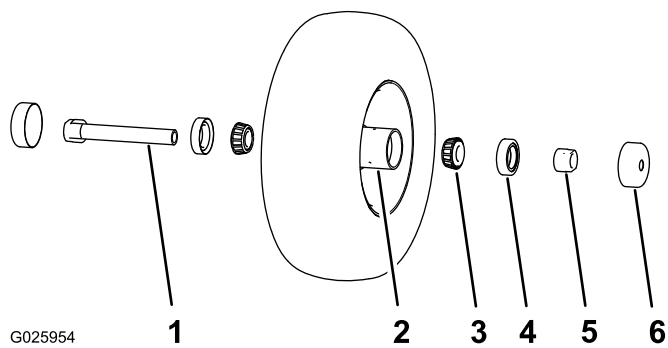

Figure 33
1. Déposez les 2 protège-joints du moyeu de roue (Figure 33).
2. Déposez 1 des écrous d'écartement de l'arbre de la roue pivotante (Figure 33).
Remarque: Notez que du frein-filet a été appliqué pour bloquer les écrous d'écartement sur l'arbre de roue (Figure 33).
3. Déposez l'arbre de la roue (en laissant l'autre écrou d'écartement en place) (Figure 33).
4. Faites levier pour extraire les deux joints de roulement (Figure 33).
5. Déposez les deux roulements et vérifiez s'ils sont usés ou endommagés (Figure 33).
1. Posez 1 roulement dans le moyeu de chaque roue (Figure 33).
2. Posez le joint de roulement dans le moyeu sur le roulement (Figure 33).
- C. Vissez l'écrou de l'arbre, les méplats tournés vers l'extérieur, au bout de l'arbre qui est enduit de frein-filet (Figure 33).
4. Insérez l'ensemble écrou et arbre de roue dans la roue, du côté roulement et joint neuf (Figure 33).
6. Insérez l'autre roulement, assorti d'un joint neuf, dans la roue (Figure 33).
9. Reposez les protège-joints sur le moyeu de roue (Figure 33).